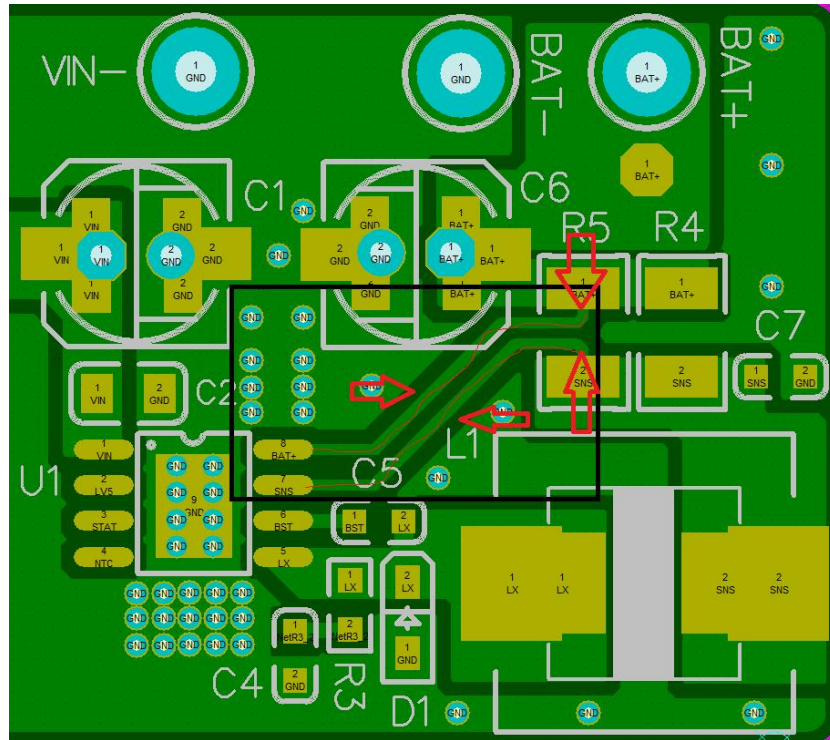

图 4
3. 芯片的第 5 脚是输出大电流，需要加粗走线，第 7 和 8 脚是取样功能，不需要经过大电流，所以不需要加粗走线。但是需要采用凯尔文式布线，分别单点接到恒流设置电阻 R4 或 R5 两端的焊盘。如下图 4 所示：